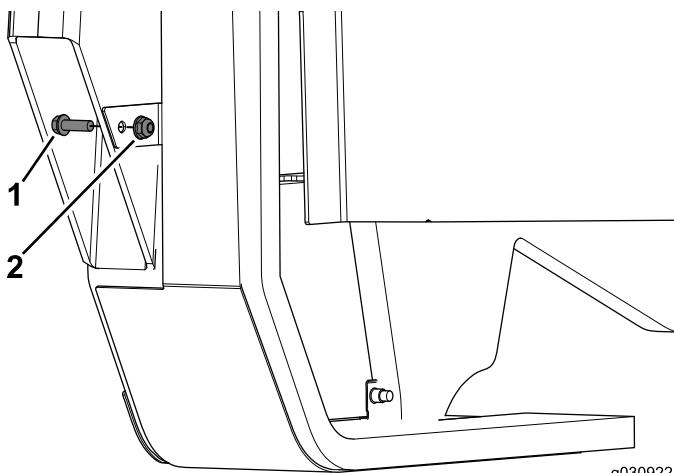

Рисунок 30
- Завершите установку панели в сборе, используя болт (1/4 x 3/4 дюйма) и одну фланцевую гайку (1/4 дюйма) (**Рисунок 30**).